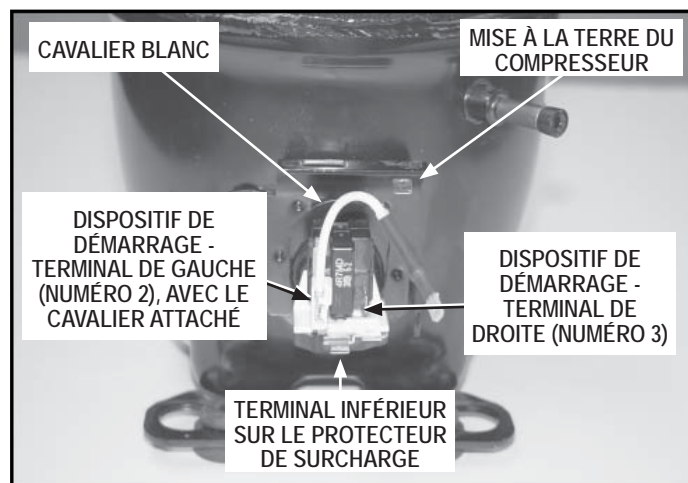

Figure 4
- 8. Installer le nouveau cavalier sur le terminal de gauche (terminal numéro 2) sur le dispositif de démarrage (voir la figure 4).
9. Réinstaller le faisceau de câblage aux bons terminaux tels qu'illustrés sur le schéma de câblage (voir les figures 4 et 5). Toujours se reporter au diagramme livré avec le produit lors d'une intervention de réparation.